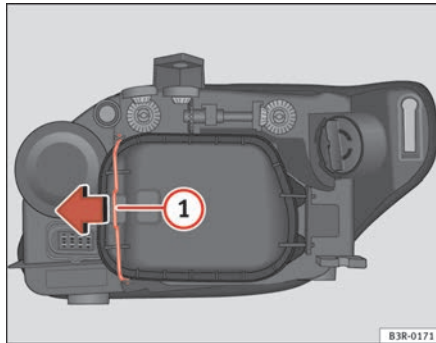

Abb. 205 Glühlampe des Standlichts
Obwohl es nicht nötig ist, den Deckel abnehmen ⇒ Seite 270, Abb. 205, was den Ersatz des Tagfahrlichts erleichtert. ■
- Den Spanner ⇒ Abb. 205 ① in Pfeilrichtung bewegen und den Deckel abnehmen, indem zuerst die Seite des Spanners und danach die beiden Laschen des anderen Endes des Deckels abgenommen werden.